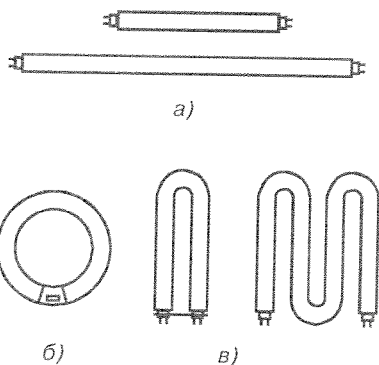

Рис. 14.5. Люминесцентные лампы
Световой поток после 70% средней продолжительности горения снижается до 70% среднего номинального потока. Наиболее долго лампы служат при комнатной температуре и номинальном напряжении. Повышение и понижение напряжения снижают срок службы, но к повышениям напряжения люминесцентные лампы значительно менее чувствительны, чем лампы накаливания. Люминесцентные лампы показаны на рис. 14.5.
- прямыми (рис. 14.5.а);
- кольцевыми (рис. 14.5.б);
- U-образными (рис. 14.5.в).
Эти названия нашли отражение в старых обозначениях светильников для люминесцентных ламп. В настоящее время все лампы, кроме прямых, называют фигурными (рис. 14.5.б,в).